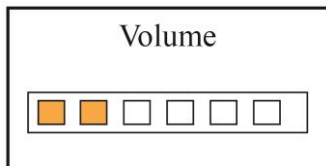

Abbildung 4.10B Einstellung der Lautstärke
- **Lautstärke:** Zum Einstellen der Tonlautstärke (einschließlich Warnton, Impulston und Tastenklick), 6 optionale Lautstärkestufen, ist die Werkseinstellung Stufe 3, wie in Abbildung 4.10B dargestellt.